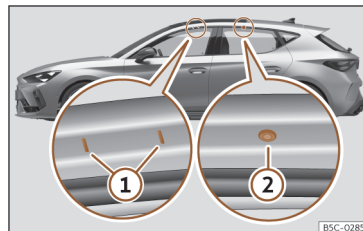

Fig. 203 Pontos de fixação das barras transversais para o porta-bagagens no tejadilho (Leon).
Válido para Leon: Os pontos de fixação dianteiros e traseiros (1) e (2) só se podem ver com as portas abertas >>> Fig. 203.